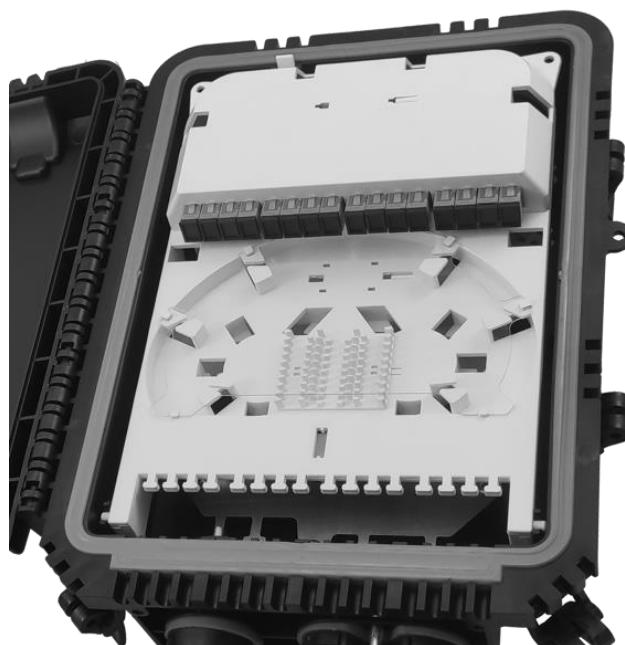

Рис. 7
5.5 Установите кассету-планку в корпус кросс-муфты, подключите коннектор пигтейла от сплайс-кассеты к адаптеру входа сплиттера. Закройте и зафиксируйте кассету-планку в корпусе кросс-муфты (Рис. 7).